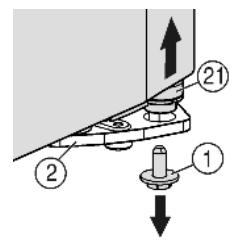
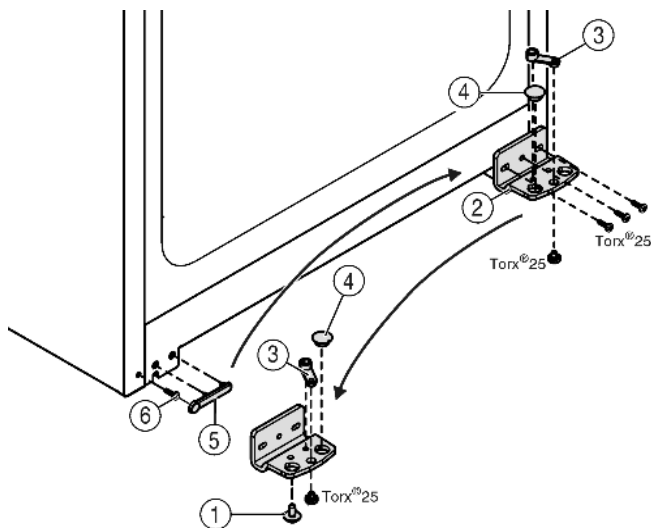

Fig. 5
Fig. 6
- ▶ Deșurubați șurubul de siguranță Fig. 5 (1) din partea inferioară dreapta a suportului de lagăr.
- ▶ Bulonul lagărului Fig. 5 (21) se extrage din suportul de lagăr Fig. 6 (2).
- ▶ Dacă bulonul lagărului Fig. 5 (21) nu poate fi demontat, presați-l din partea inferioară.
- ▶ Deșurubați suportul de lagăr Fig. 6 (2).
- ▶ Deșurubați piesa suport Fig. 6 (3) și montați-o invers în orificiul de preluare a suportului lagărului, strângeți din nou fix.
- ▶ Extrageți dopul Fig. 6 (4) din suportul de lagăr și introduceți-l în orificiul de preluare diametral opus.
- ▶ Ridicați cu atenție capacul Fig. 6 (5) din partea mânerului.
- ▶ Deșurubați șurubul Fig. 6 (6) și mutați-l pe latura opusă.
- ▶ Așezați la loc capacul Fig. 6 (5).
- ▶ Restrângeți suportul de lagăr Fig. 6 (2) pe noua latură (cu 4 Nm) dacă este cazul cu ajutorul unei mașini de înșurubat.
- ▶ Introduceți șurubul de siguranță Fig. 5 (1) jos, în bolțul lagărului și strângeți-l (cu 4 Nm).